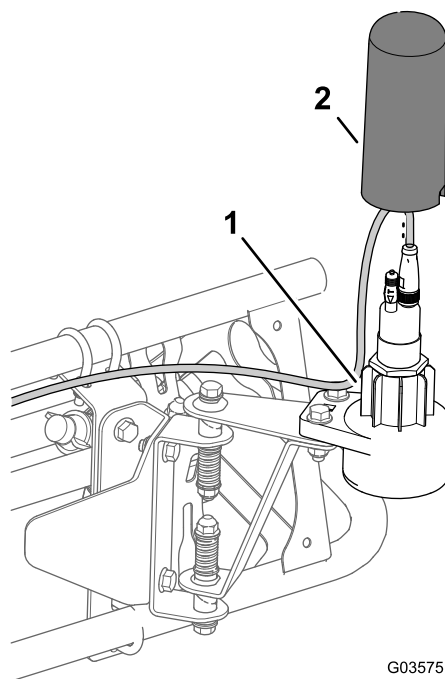

Рисунок 25
4. Установите верхний корпус поверх датчика на нижний корпус (Рисунок 25).